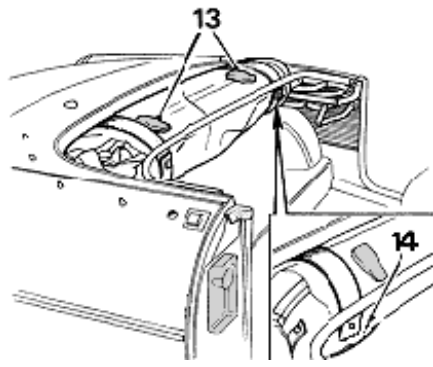

Abbildung 4 (Anmerkung 3)
3. Die Stange, die auf Abbildung 4 vor dem hochgeklappten Verdeck verläuft, ist der Bügel, der unter der Verdeckab-deckung bzw. der Persenning angebracht wird. Dieser ist nicht mehr in allen Fahrzeugen vorhanden, kann aber unter der Artikel-Nr. 304922 nachbestellt werden.